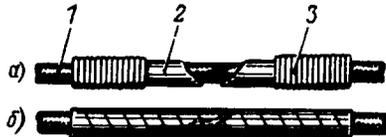

Рис. 55. Заделанное место повреждения изоляции провода:
3. Если участок провода с поврежденной изоляцией находится в жгуте или на значительном удалении от разъемов, то разрешается этот участок изолировать полихлорвиниловой лентой или трубкой, которая предварительно разрезается вдоль. Такой лентой провод обертывается внахлестку, а на концы накладывается бандаж, как это указано выше в п. 2. Типовые образцы заделки мест повреждения изоляции проводов приведены на рис. 55.